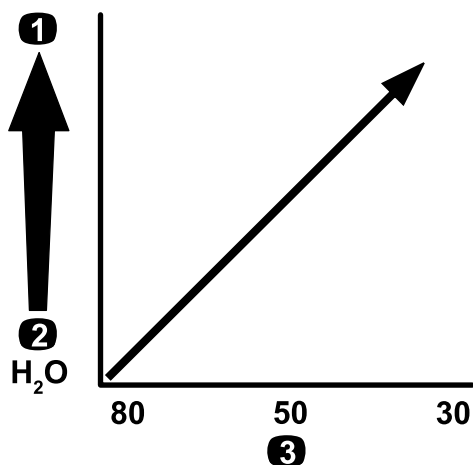

Figura 76
**Importante:** Quando pulveriza com soluções ou químicos de maior viscosidade (mais espessos) com pós solúveis, talvez precise de utilizar uma rede de filtro adicional (mais grossa) para o filtro de sucção opcional; consulte Figura 76.